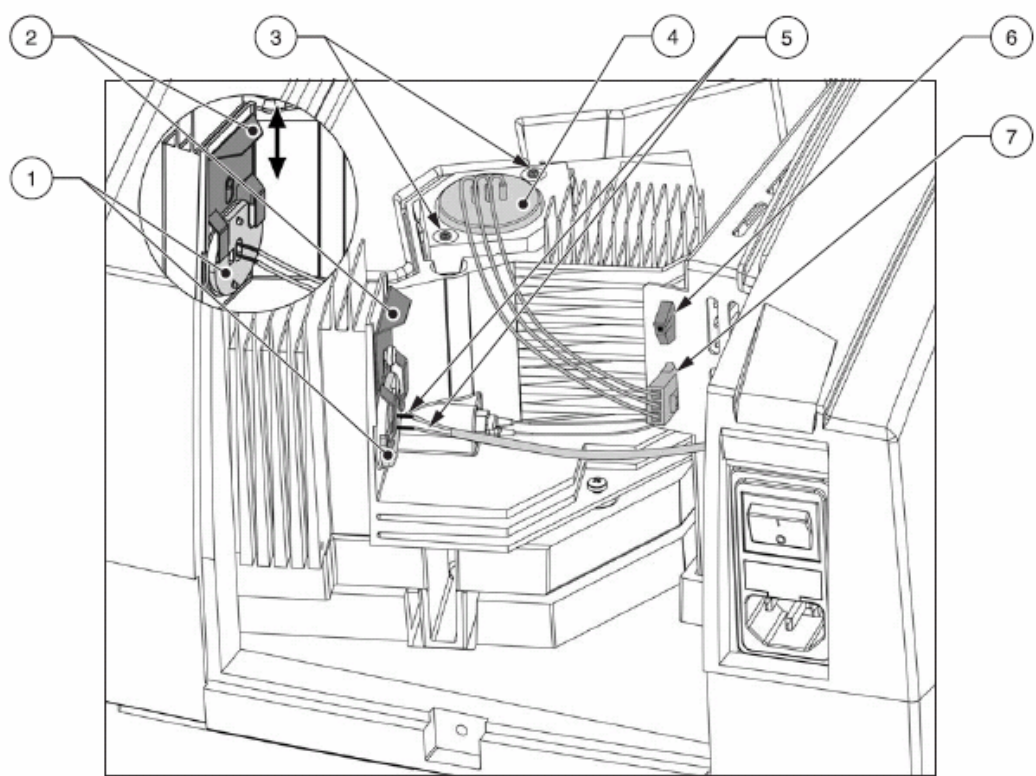

图5 光源箱
更换钨灯和氙灯灯泡的操作具体参见第101页7.2.2和第102页 7.2.3以及第101页的图5。
- 5. 打开固定灯泡的弹簧片（图5中的组件2），卸下钨灯灯泡（图 5组件1）（Cat.No.: A23778）。
- 6. 拔下钨灯灯泡上的金属插头（图5中组件6）。
4. 拔下氙灯电源插头（图5中组件7）（Cat. No. A23792），拔插头时按住插头两端的塑料扣。
5. 用螺丝刀卸下氙灯底座上的2个螺丝（图5中组件3）。